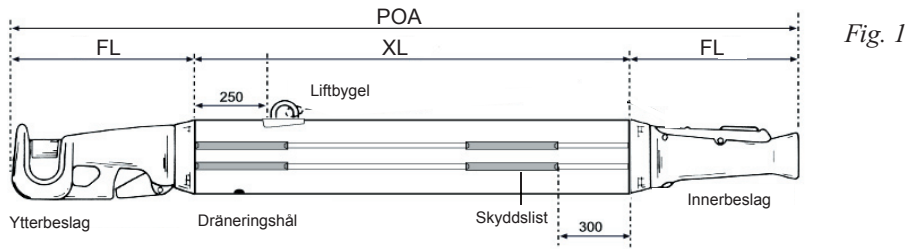

Fig. 1
- 1.13 För de inre skyddslisterna i läge enligt fig. 1 (300 mm från rörets innerkant) och lås dem genom att stuka spårets kanter vid listern ändrar med en spårskruvmejsel enligt fig. 4.
- 2.7 Återmontera det inre beslaget samt eventuell mellanhylsa. Var noga med att beslaget är monterat rättvänt i förhållande till ytterbeslaget enligt fig. 1. Kontrollera att inte utlösarlina eller gummikord kommer i kläm.